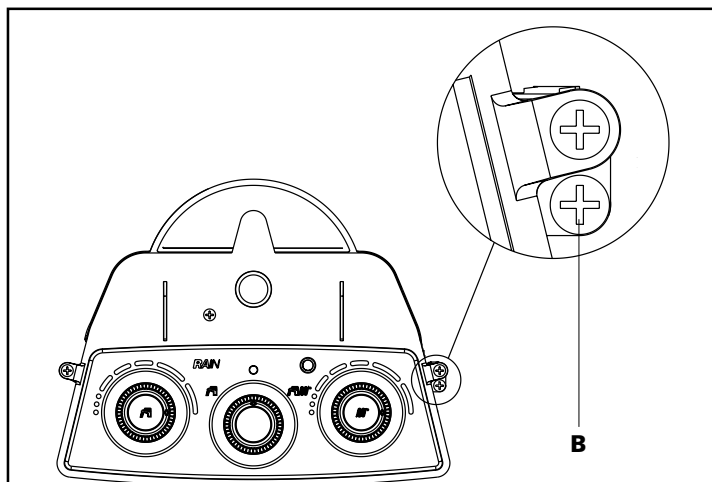

Fig. 4.7a
- Svitare la vite **B** (fig. 4.7a, solo se presente sul cruscotto)